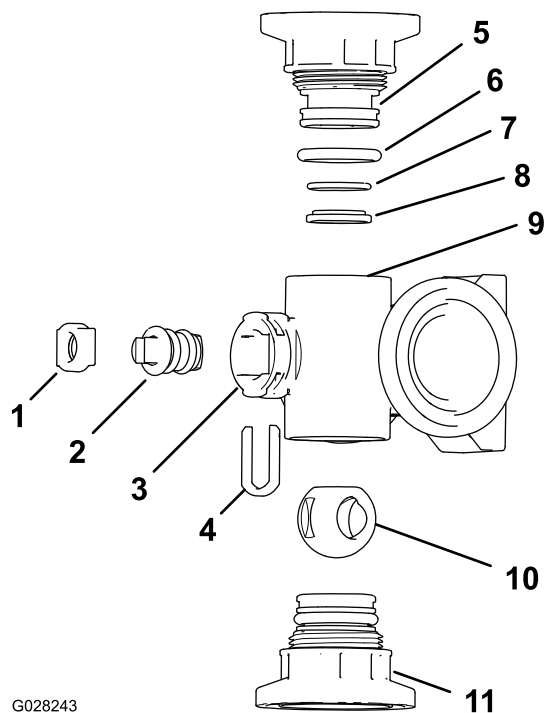
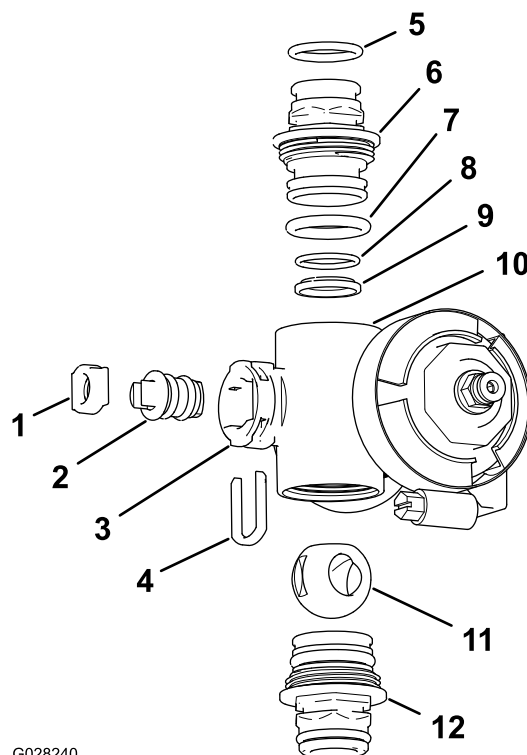

Figura 77
Figura 78
2. Retire los dos conectores de extremo de cada extremo del cuerpo del distribuidor (Figura 77 y Figura 78).
4. Retire el retén del vástago de las ranuras del orificio del vástago del distribuidor (Figura 77 y Figura 78).
5. Retire la horquilla de retención del vástago y el asiento del vástago del distribuidor (Figura 77 y Figura 78).
6. Retire el conjunto de válvula desde dentro del cuerpo del distribuidor (Figura 77 y Figura 78).
1. Compruebe la condición de las juntas tóricas del conector de salida (distribuidor de la válvula de sección solamente), las juntas tóricas de los conectores de extremo, las juntas tóricas de los asientos, y los asientos de bola, en busca de daños o desgaste (Figura 77 y Figura 78).
2. Aplique grasa de silicona al válvula e insértelo en el asiento del válvula (Figura 77 y Figura 78).
3. Instale el válvula y el asiento en el distribuidor y sujete el vástago y el asiento con el retén del vástago (Figura 77 y Figura 78).
4. Asegúrese de que la junta tórica del asiento y el asiento de la bola están alineados y asentados en el conector de extremo (Figura 77 y Figura 78).
5. Inserte el conjunto del conector de extremo en el cuerpo del distribuidor hasta que la brida del conector de extremo toque el cuerpo del distribuidor (Figura 77 y Figura 78); luego gire el conector de extremo 1/8 a 1/4 de vuelta más.